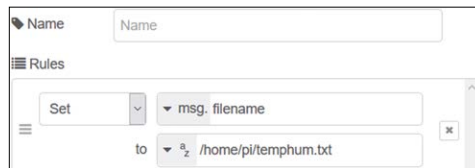

Figure 10.2 Configuration du changement de nœud
- Créer un **changement** noeud et ensemble **msg . nom de fichier** au nom du fichier où nous voulons que les données soient stockées, c.-à-d. /home/pi/temphum.txt. Notez que nous aurions pu définir le nom de fichier dans le nœud **fichier** . Si msg.filename est utilisé, le fichier sera fermé après chaque écriture. Configurez ce nœud comme indiqué dans la Figure 10.2